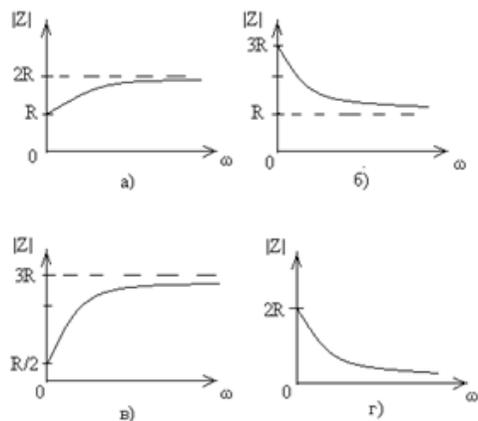

Рис.7.5
19) изобразите возможные модели, соответствующие заданным АЧХ (рисунок 7.5);